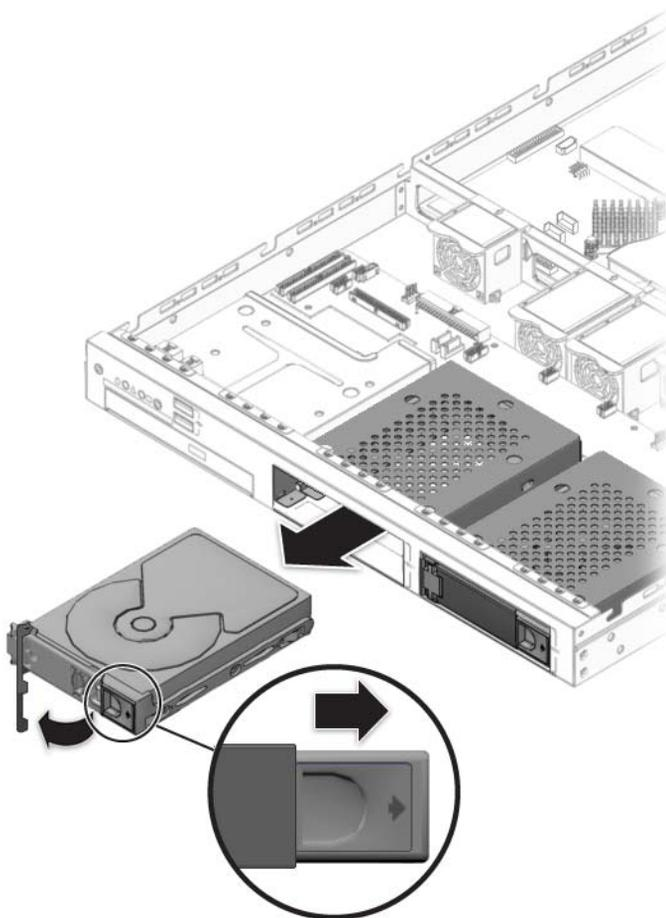

図 4-12 ハードディスクドライブの取り外し
- b. キャリアのベゼルを両手でつかみ、キャリアをドライブベイから注意深く引っ張ります (図 4-12 参照)。